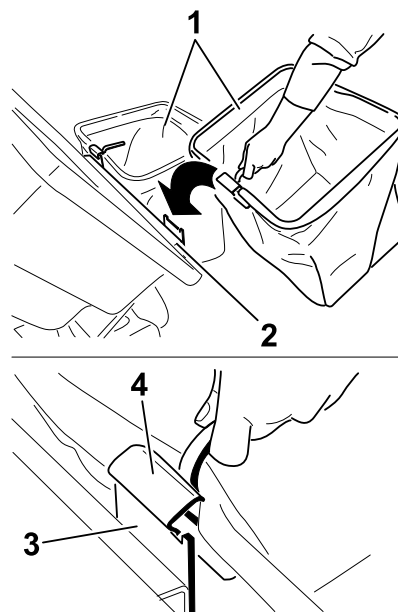

Figura 21
4. Ridică partea superioară a sistemului de colectare și montează sacii prin glisarea cârligelor cadrului sacului pe suportii de fixare (Figura 21).